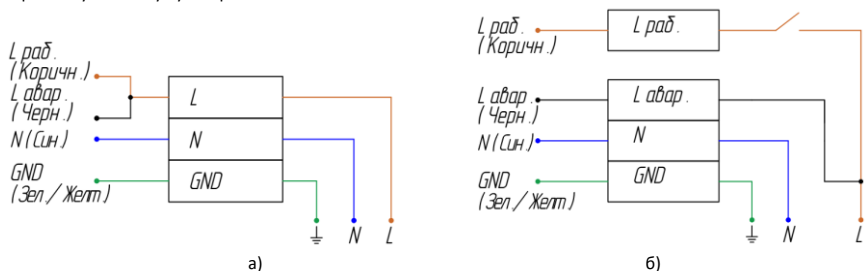

Рисунок 3 — Схема подключения аварийного светильника:
- 5.7.3. Если предполагается включать и выключать светильник в рабочем режиме, присоедините фазный рабочий провод (Лраб.) к клемме Лраб. через выключатель (см. рисунок 3, б). В данном случае возможно включение/отключение рабочего освещения через выключатель. В случае возникновения аварийного отключения электроэнергии светильник автоматически перейдет в аварийный режим при любом положении выключателя.